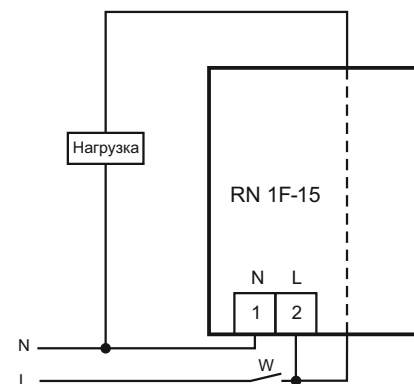

Рис. 2: схема подключения нагрузки
- 7.2. Подключите нагрузку к изделию согласно рис.2. Для этого используйте одножильный или многожильный провод с двойной или усиленной изоляцией сечением, соответствующей мощности нагрузки.